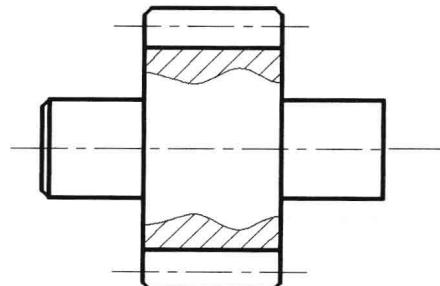

图 6-3-6
(2) 命令行提示“选择目标对象或 [设置 (S)]”，单击上下两条实线，按 Enter 键，结束特性匹配操作。此时实线对象变成了点划线，如图 6-3-6 所示。